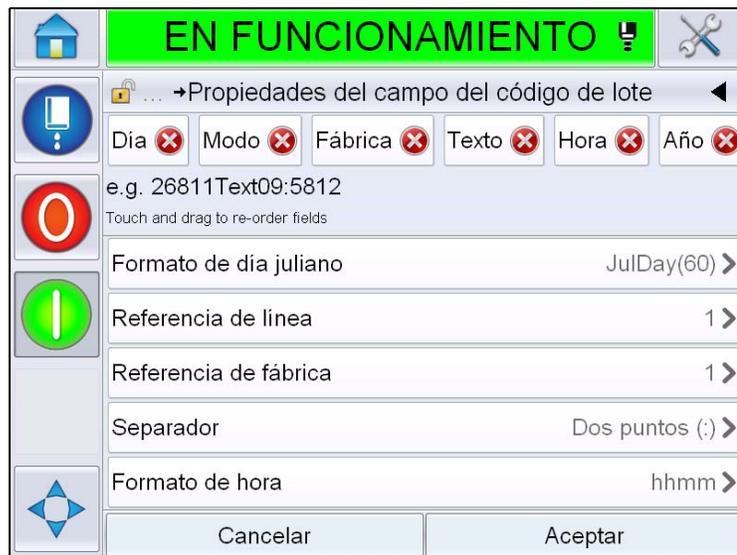

Figura 5-30: Página Lot Code Field Properties
- 9 Toque . Muestra la página *Add Field (Agregar campo)*. Seleccione el campo de código de hora/lote. Muestra la página *Lot Code Field Properties (Propiedades del campo del código de lote)* (Figura 5-30).